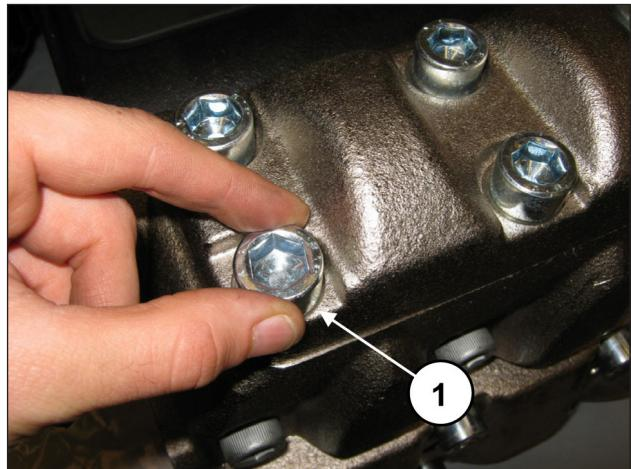
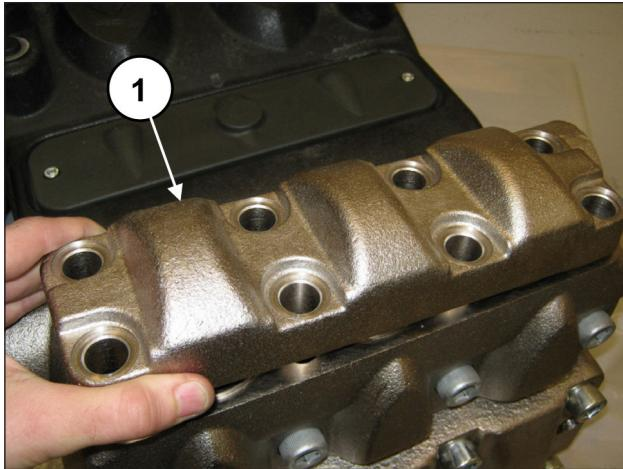

图 135
图 136
拧松排出阀盖的8个M16x45螺栓(①, 图 135)并拆除阀盖(①, 图 136)。